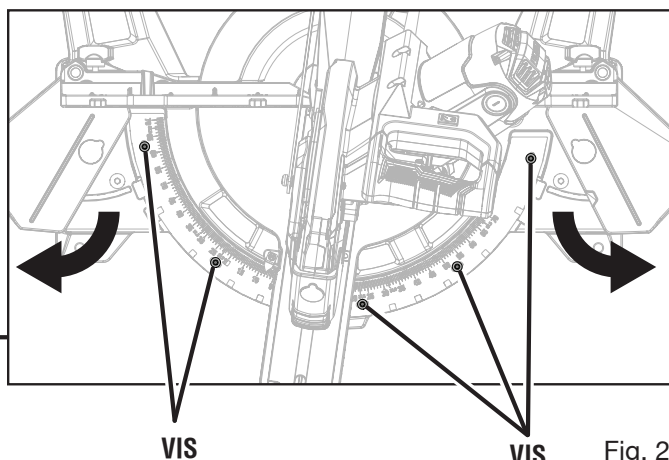

Fig. 20
Voir les figures 20 à 24.
- Le bord de l'équerre et la lame de la scie doivent être parallèles, comme illustré à la figure 20.